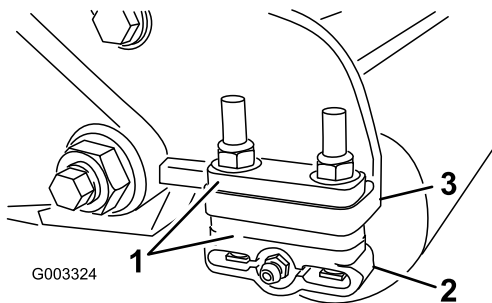

Figura 10
1. Ajuste os suportes do rolo traseiro (Figura 10) na altura desejada do limite de corte posicionando a quantidade necessária de cunhas por baixo da flange de montagem da placa lateral (Figura 10) de acordo com o quadro de altura de corte.